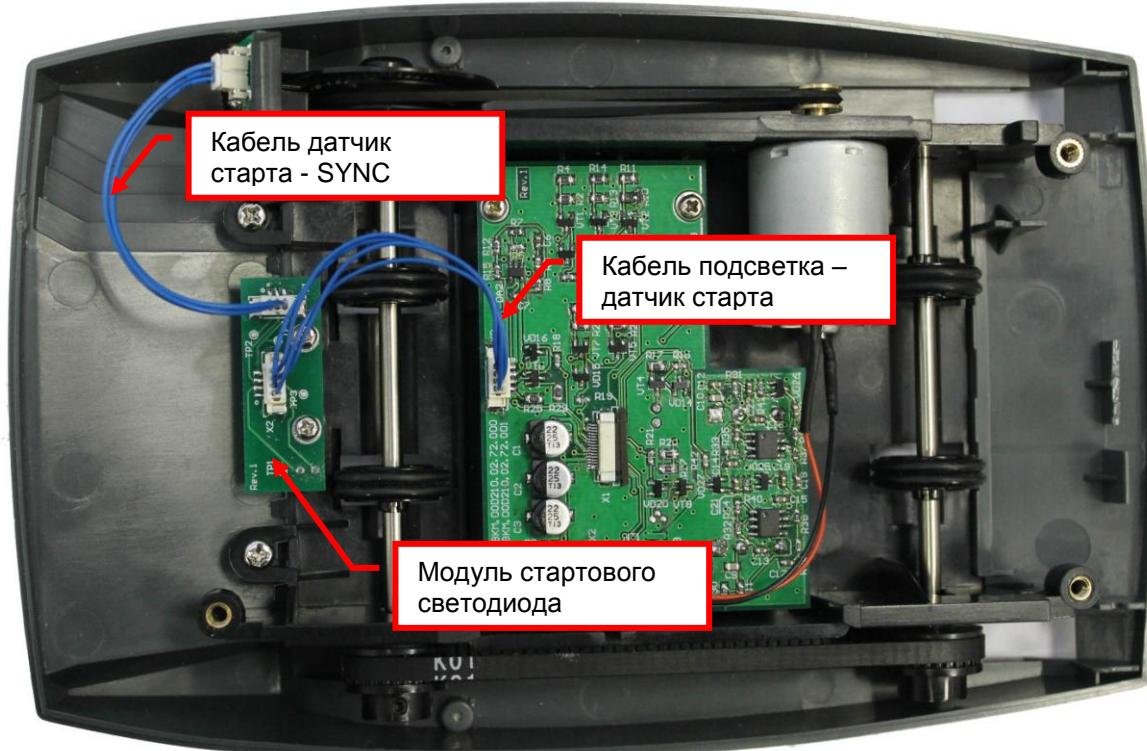

Рис. 8.23
8.10.2 Отсоедините кабель подсветки-датчик старта EBKM.00D210.00.74.000 от разъема X2 модуля стартового светодиода. Отсоедините кабель датчик старта - SYNC EBKM.00D210.00.75.000 от разъема X1 модуля стартового светодиода (см. рис.8.23).